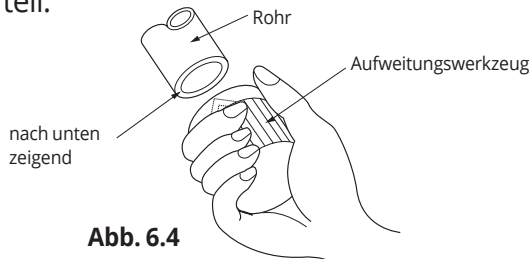

Abb. 6.4
3. Öffnen Sie mit einem 65mm (2.56") oder 90mm(3.54"),-Bohrer ein Loch an der Wand. Stellen Sie sicher, dass Sie einen kleinen Winkel nach unten bohren, sodass die Außenkante der Bohrung um etwa 12 mm (0,5 ") unter der Innenkante liegt. Dies gewährleistet einen ordnungsgemäßen Ablauf des Wassers (Siehe Abb. 6.4). Bringen Sie den Lochschutz an der Wand an. Dies schützt die Ränder des Lochs und hilft bei der Abdichtung, sobald Sie die Installation abgeschlossen haben.